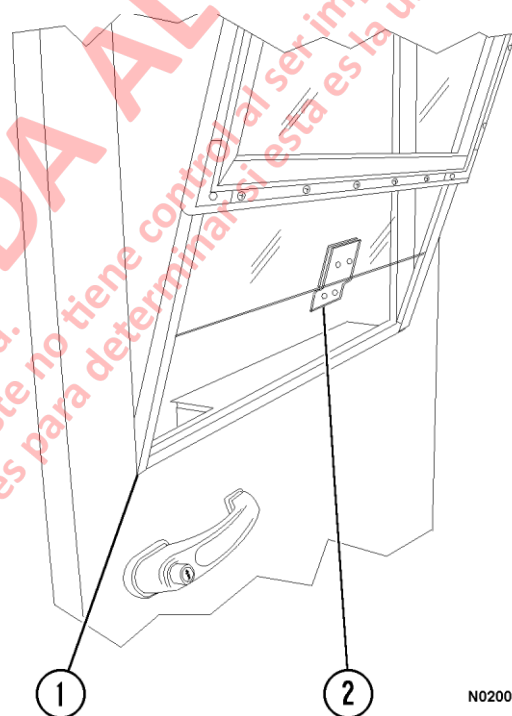

FIGURA 2-12.
10. Levante el vidrio de la puerta en el marco (1, Figura 2-12) de modo que quede cerca de la parte superior. Sosteniendo el vidrio en su lugar, incline el marco en la parte superior. Levante el marco y el vidrio y sáquelos de la puerta.
El soporte (2, Figura 2-12) en la parte inferior del vidrio debe separarse del marco de la puerta si aún está sobre el vidrio..